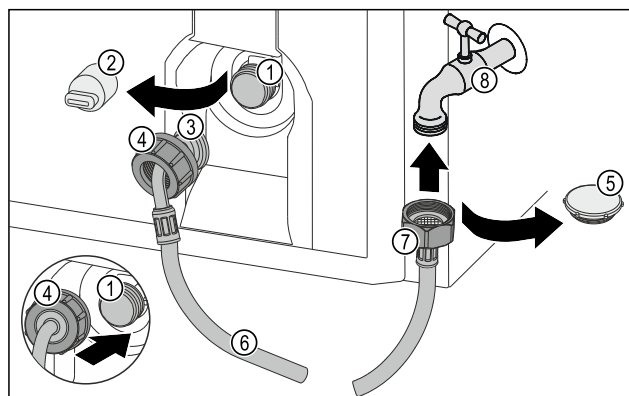

Fig. 19 Reprezentare exemplificatoare
- Îndepărtați capacul Fig. 19 (2).
- ▶ Împingeți piulița Fig. 19 (4) până la capăt peste capătul cotit al furtunului Fig. 19 (3) și țineți-o ferm.
- ▶ Așezați și țineți ferm piulița Fig. 19 (4) cu precauție pe supapa electromagnetică Fig. 19 (1).
- ▶ Înșurubați piulița Fig. 19 (4) cu mâna pe filet, până când este atinsă o poziție mai sigură și fixă.
- ▶ Îndepărtați capacul Fig. 19 (5).
- ▶ Atașați capătul furtunului drept Fig. 19 (7) pe robinetul de apă Fig. 19 (8).
- ▶ Strângeți ferm piulița pe capătul furtunului drept Fig. 19 (7) în sens orar.